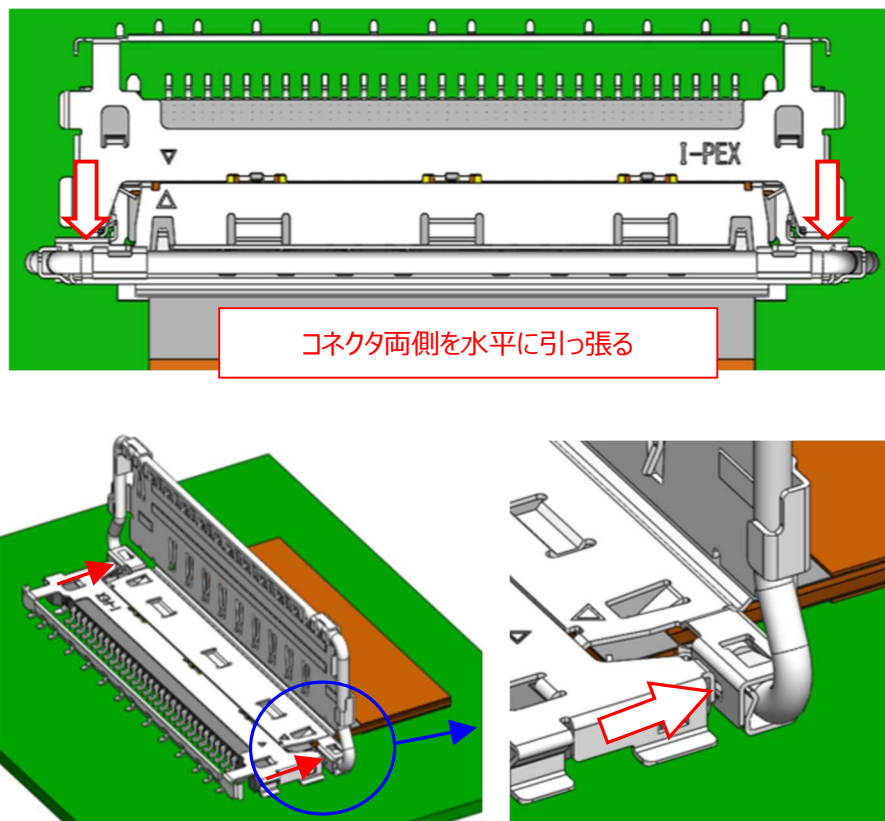

図 16
②図 16 の様に、プラグコネクタの両側を水平に引っ張り、抜去を行う。